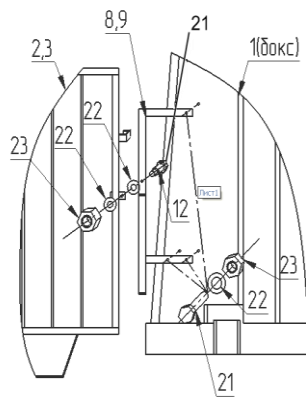

Рис.4 Схема установки кронштейнов крепления(8,9) и боковин металлического ограждения (2,3) к боксу
1. В передней части бокса (1) закрепить кронштейны правой (8) и левой (9) боковин ограждения с помощью крепежных деталей – (21, 22, 23) в отверстия в передней части бокса.
К кронштейнам (8) и (9) прикрепить правую (2) и левую (3) боковины ограждения (Рис.4) с помощью болта М8х25(21), втулки (12) и крепежных деталей (22; 23).
Втулка (12) надевается на болт М8х25(21) и вставляется в отверстие на выступе задней стойки бокового ограждения. Затем надевается шайба (22) и болт вставляется в паз по центру кронштейна (8) или (9). Надевается вторая шайба (22) и накручивается гайка (23). Вертикальная планка кронштейна 8,9 крепления боковины при этом должна зайти в зацепление с верхней скобой на задней стойке боковины (Рис.4)